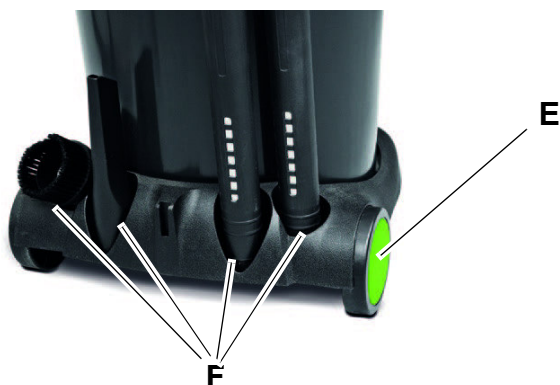

Abb. 11: Kunststofffahrwerk und Halterungen
Die Modelle wetCAT 133 IE, wetCAT 133 IR, wetCAT 137 E, wetCAT 137 R (Abb. 11) sind mit weiteren Funktionen ausgestattet:
1. Kunststofffahrwerk (Pos. E, Abb. 11)
2. Halterungen für Düsen und Saugrohr (Pos. F, Abb. 11)